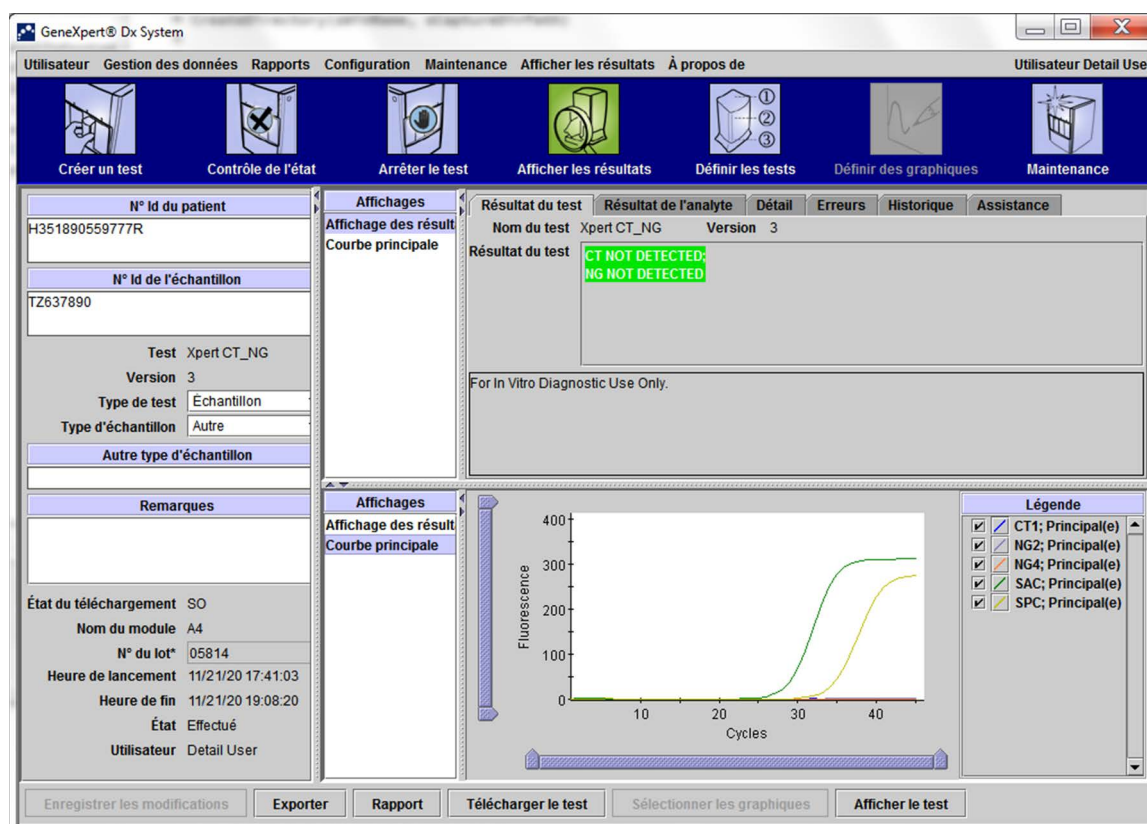

Figure 5-36. Fenêtre Afficher les résultats (Affichage Détail et Administrateur) GeneXpert Dx
1. Dans la fenêtre GeneXpert Dx System, cliquez sur **Afficher les résultats** dans la barre de menus. La fenêtre Afficher les résultats apparaît. Voir Figure 5-36.
La fenêtre Afficher les résultats affiche différentes fonctionnalités selon le type d'utilisateur. La Section 5-37, Boîte de dialogue Sélectionner le test à afficher décrit la fenêtre Afficher les résultats pour les utilisateurs De base. La Section 5.12.2, Affichage Utilisateur Détail et Administrateur décrit la fenêtre Afficher les résultats pour les utilisateurs Détail et Administrateur. La Figure 5-36 affiche une fenêtre Afficher les résultats pour les utilisateurs Détail et Administrateur.